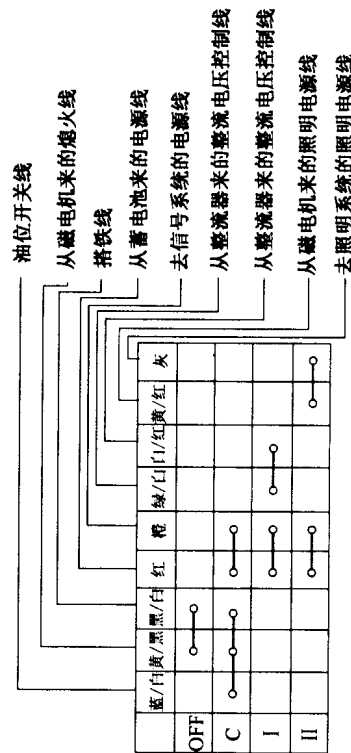

图4 点火开关与照明开关综合在一起的开关
(2)点火开关与照明开关综合在一起的开关。铃木K90摩托车点火开关就是这种,其通断如图4所示。在功能行中有4个位。即OFF、C、I、II位。OFF是关闭位(即熄火位)。C位,是英文Check即检查位。接到这一位时,信号系统有电,可以检查信号系统是否正常,同时机油油位告警灯是亮的,但发动机不启动,因熄火线对地接通了。I位是白天位,照明电源未接通,信号系统接通,熄火线对地断开,摩托车可以启动。II位是夜间位,除白天I位功能外,还接通了照明电源,保证夜间行车的正常进行。这种图线比较多,先要查线的来龙去脉,再看清图中的各功能行的通、断关系,识图就不困难了。